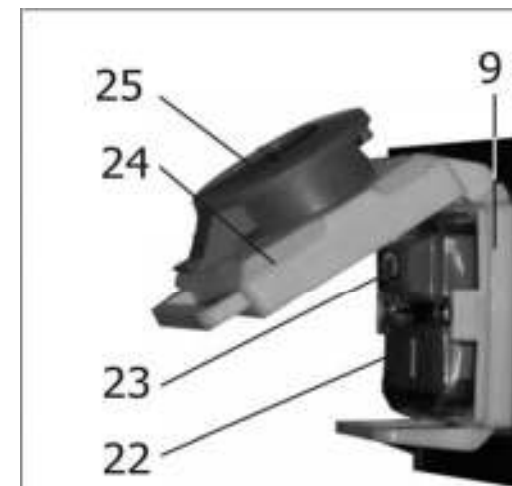
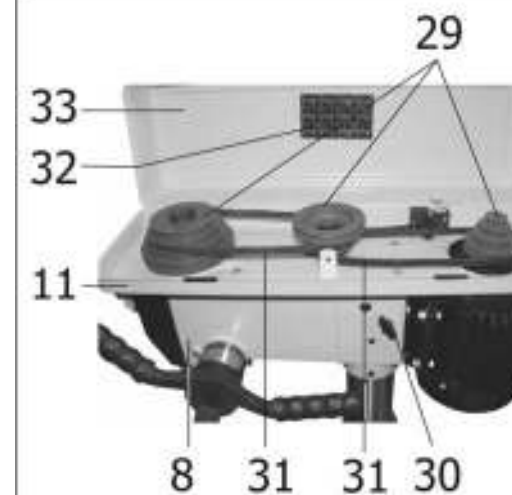

Рис.6
Рис.8
10.2. Перед тем как включить станок проверьте, закрыта ли крышка (33) кожуха ременной передачи (11), Рис.8. Ключ к патрону (О), Рис.1, не должен оставаться в сверлильном патроне (6), Рис.2. Режущий инструмент в сверлильном патроне (6) должен быть хорошо зажат, если режущий инструмент не установлен, то кулачки сверлильного патрона (6) должны быть сведены, Рис.2.
10.3. Станок оснащен магнитным пускателем, предотвращающим самопроизвольное включение после отключения питания. Магнитный пускатель (9), Рис.6, закрыт защитной крышкой (24) и заблокирован кнопкой (25), предотвращающей самопроизвольный пуск станка после нажатия на кнопку (25), Рис.6. При закрытой крышке (24) станок автоматически отключается от питания; станок можно включить только после открытия крышки (24) и нажатия зеленой кнопки (22). Отключение станка производится нажатием на красную кнопку (23), Рис.6. В случае необходимости экстренного отключения станка, следует нажать на красную кнопку (25), в результате чего произойдет отключение питания станка, Рис.6.
10.4. При открытии крышки (33) кожуха ременной передачи (11), Рис.8, станок должен отключиться. Повторное включение станка возможно после закрытия крышки (33) кожуха ременной передачи (11), Рис.8, и вторичного нажатия на зеленую кнопку (23), Рис.6 (см. п.10.3).
Скорость вращения шпинделя регулируется изменением положения клиновых ремней (31) на ступенях шкивов (29), Рис.8. Возможно установить 12 скоростей вращения шпинделя. Схемы положения клиновых ремней (31) на шкивах (29) для 12 вариантов скоростных режимов показаны на наклейке (32), находящейся на внутренней стороне крышки (33) кожуха ременной передачи (11), Рис.8.
Для изменения скорости вращения шпинделя предварительно следует ослабить натяжение клиновых ремней (31), Рис.8. Для этого необходимо ослабить винты фиксации (30), расположенные симметрично с двух сторон шпиндельной головки станка (8), Рис.8. Затем с помощью ручки (34) переместить электродвигатель (13) в сторону режущего инструмента, Рис.9. Руководствуясь данными наклейки (32) на крышке (33) кожуха ременной передачи (11), можно установить ремни (31) на ступенях шкивов (29) в требуемые позиции, Рис.8. Клиновой ремень можно натянуть с помощью ручки (34), переместив электродвигатель (13), Рис.9, в сторону от режущего инструмента и зафиксировав необходимое натяжение винтами фиксации (30) с двух сторон шпиндельной головки (8), Рис.8.